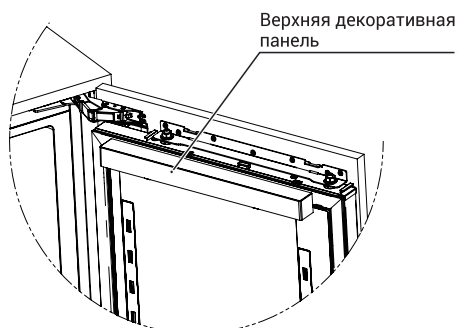

Рис. 12
1. Установите внутреннюю декоративную панель в соответствующие пазы на верхней и нижней двери (Рис. 12, 13)